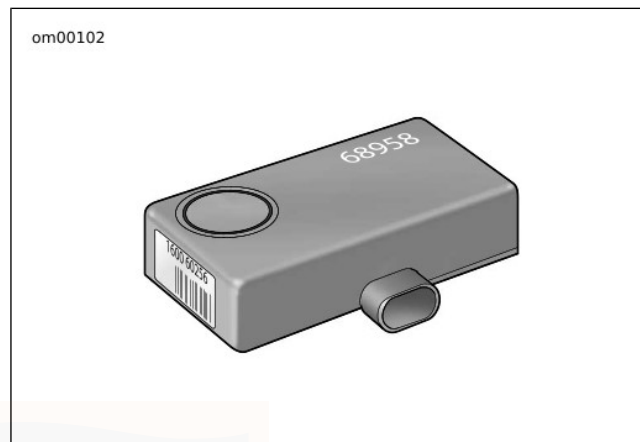

Figure 40. Smart Siren (en option)
- Voir Figure 40. Activer la sirène optionnelle.